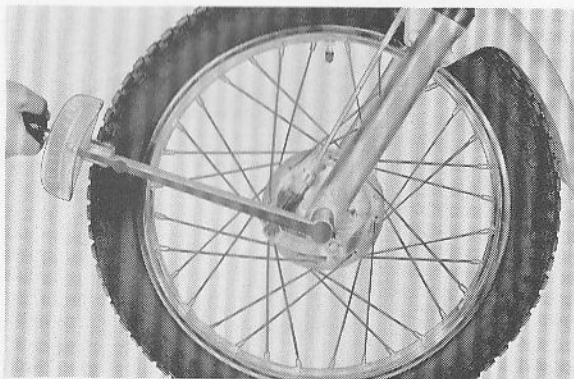

Fig. 2-6-6
- a. Check axle nut. (Fig. 2-6-6)
- a. Vérifier l'écrou de moyeu. (Fig. 2-6-6)